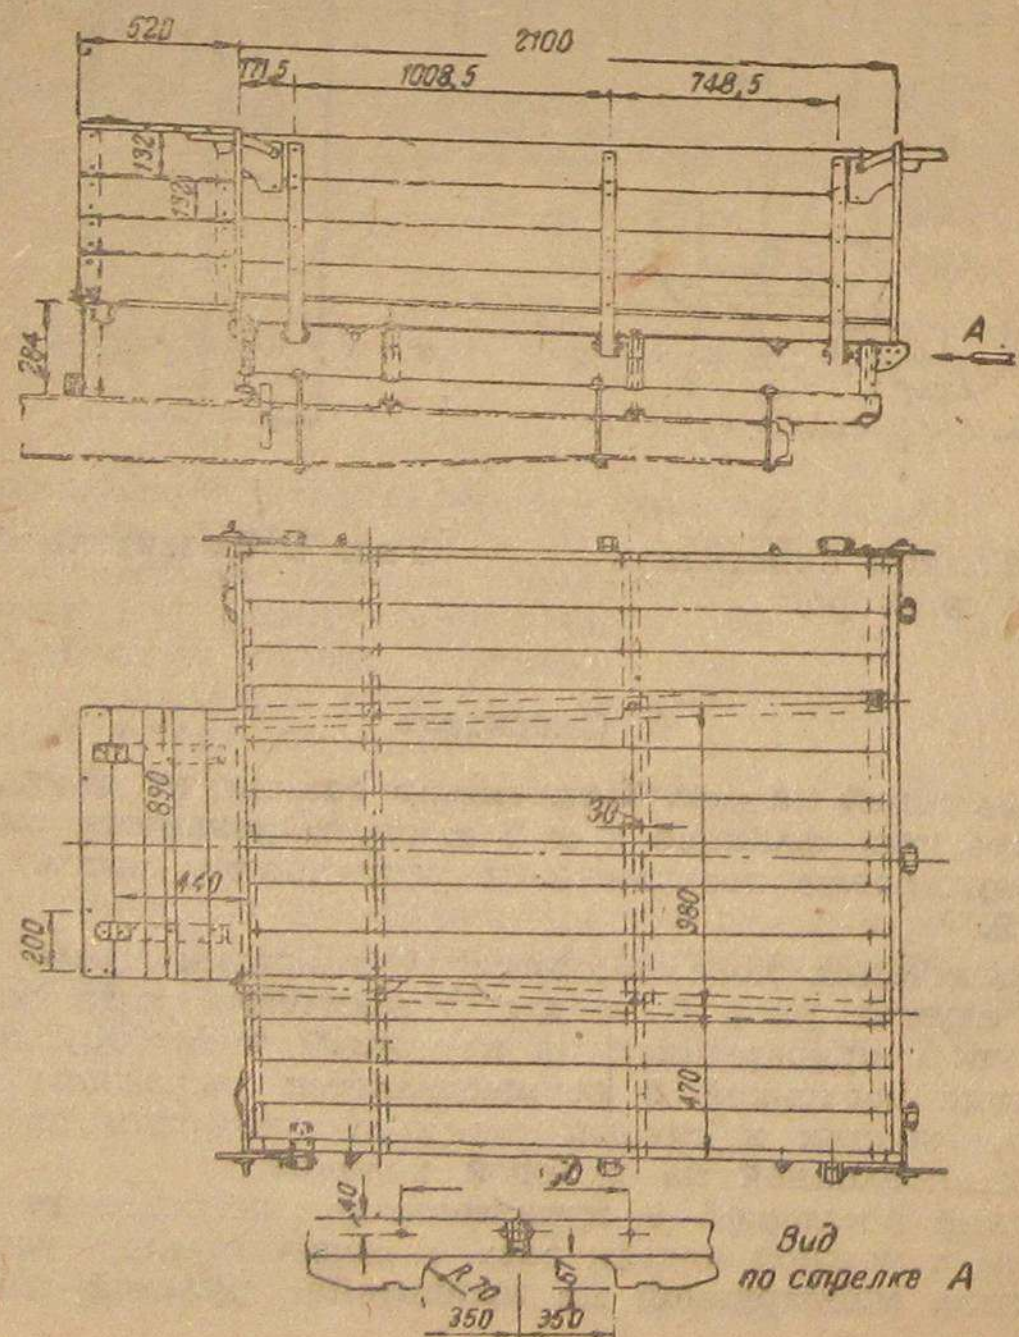

Рис. 8. Платформа газогенераторного автомобиля.
1. Снять грузовую платформу и произвести изменение ее согласно рис. 8.